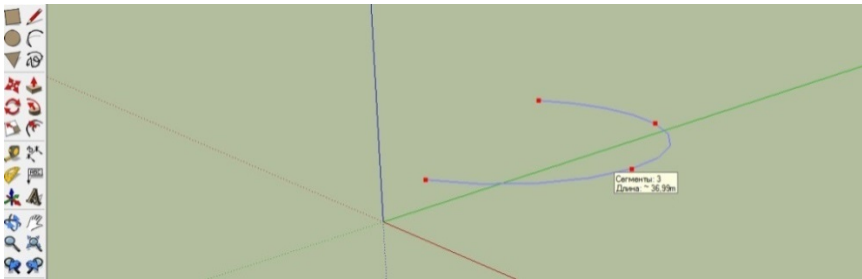

Рисунок 7.8
- «Розділити» - команда здійснює ділення дуги на будь-яку кількість рівних сегментів (ця операція можлива тільки для нез'язаних із іншими побудовами дуг). Після вибору опції на дузі з'являються червоні точки, що відповідають кінцям відрізків (сегментів) розбиття. Переміщенням миші уздовж лінії зменшуємо або збільшуємо їх кількість. При цьому з'являється вікно із текстовою підказкою по кількості сегментів і їх довжині (рис. 7.8). Для завершення натискаємо клавішу «Enter».